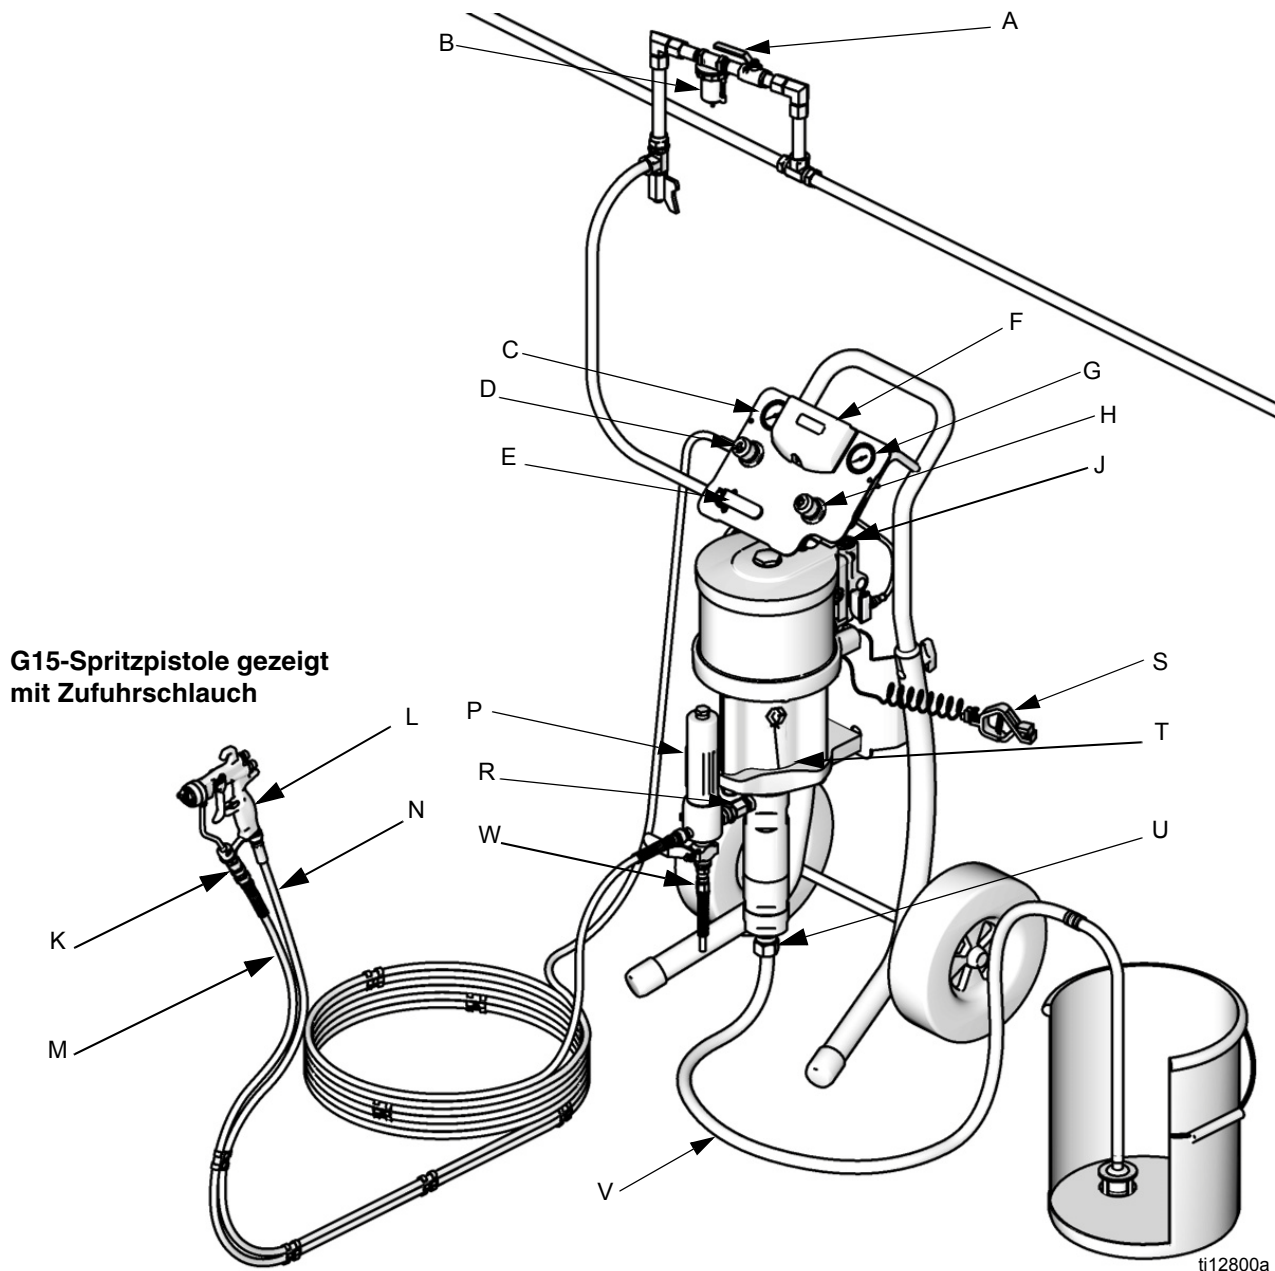

ABB. 1. Typische Installation (Ihr Paket umfasst eventuell nicht alle gezeigten Artikel.)
ABB. 1 stellt nur eine Hilfe für die Auswahl und den Einbau von Systemkomponenten und Zubehörteilen dar. Ihr Graco-Händler hilft Ihnen gerne bei der Zusammenstellung eines auf Ihre spezifischen Anforderungen abgestimmten Systems.
Siehe ABB. 1. **Unterschiedliche Komponenten je nach Geräteserie.** Siehe Tabellen auf den Seiten 6 bis 14 Im Pumpensatz mit inbegriffen:
Das folgende Zubehör in der unter ABB. 1 angegebenen Reihenfolge installieren und bei Bedarf entsprechende Adapter verwenden.
1. Siehe ABB. 1. Das Ende des blauen Materialschlauchs (M) mit dem Pumpenauslass (R) oder dem Filterauslass (P) verbinden.
2. Befestigen Sie ein Schlauchende des Luftschlauchs (N) am Pistolenluftregler (D).
3. Das verbliebene Ende des roten Luftschlauchs (N) am Lufteinlass an der Unterseite der Pistole (L) anschließen.
4. Pistolen-Drehgelenk (K) am Materialeinlass der Pistole anschließen.
5. Das andere Ende des blauen Materialschlauchs (M) an das Pistolen-Drehgelenk (K) anschließen.
2. Siehe ABB. 1. Das Hauptlufthahn mit Entlüftung (D) schließen.
1. Siehe **ABB. 1**. Pistolenabzug verriegeln. Düsenschutz und Spritzdüse von der Pistole (L) abnehmen. Siehe separates Spritzpistolenhandbuch.
2. Schließen Sie gegen den Uhrzeigersinn die Reglerknöpfe vom Pistolenluftregler (D) und Pumpenluftregler (H), bis kein Druck mehr vorhanden ist. Schließen Sie den Hauptlufthahn (E). Vergewissern Sie sich, dass auch alle Ablasshähne geschlossen sind.
3. Die Druckluftleitung am Hauptlufthahn mit Entlastungsbohrung (D) anschließen.
6. Ein Metallteil der Spritzpistole (L) fest gegen den geerdeten Metalleimer drücken und den Abzug geöffnet halten.
8. Öffnen Sie den Hauptlufthahn (E). Den Pumpenluftregler (H) langsam im Uhrzeigersinn öffnen, um den Druck zu steigern bis die Pumpe anläuft.